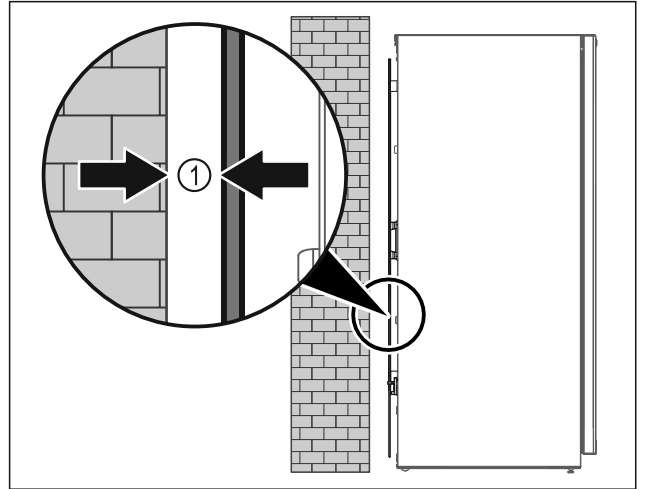

Fig. 6
- ▶ 冰箱可以自由放置在房间内，也可以直接靠墙壁放置，最小距离 5 mm Fig. 6 (1)。